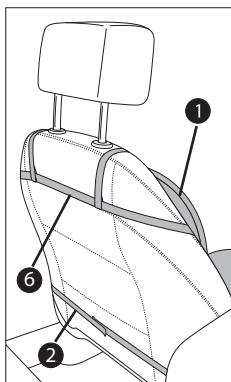

Abb. 1
- ◆ Befestigen Sie die Sitzauflage **1** sorgfältig mit den Befestigungsgurten **2** (siehe Abb. 1).